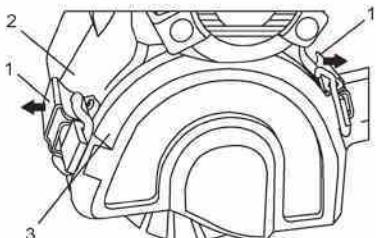

Fig. 1
1. Jale las dos cerraduras de las coberturas de los extremos del rodillo (1) lejos de la carcasa principal (2) (Fig. 1).
1. Destapse la cubierta del extremo del rodillo (Fig. 1).